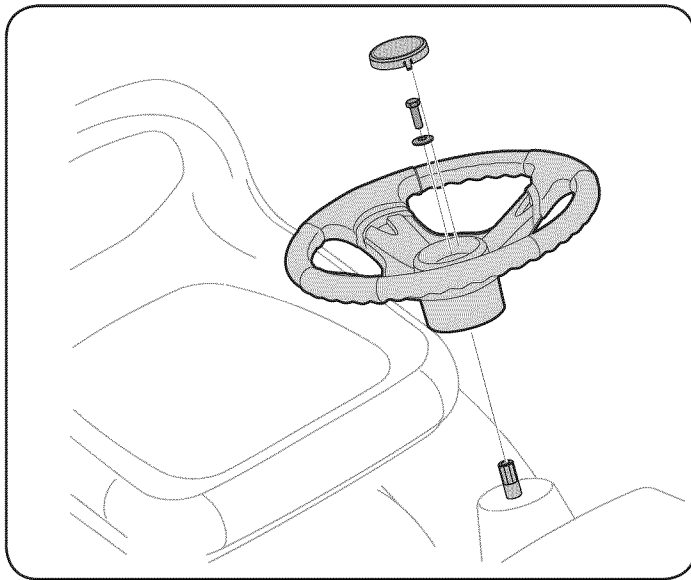

Figure 26
2. Coloque la arandela (con la parte ahuecada hacia abajo) sobre el volante y segura con el tornillo hexagonal. Véase la Figure 26.